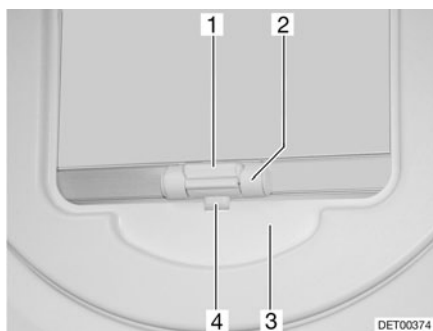

Fig. 27 Store occultant
- Tirer le store occultant vers le bas en le maintenant par la poignée (Fig. 27,2) et le faire s'enclencher.
- Tirer le store occultant vers le bas au niveau de la poignée (Fig. 27,2) et pousser la barre de déverrouillage (Fig. 27,1) vers l'extérieur. Le verrouillage (Fig. 27,4) se défait du logement (Fig. 27,3).